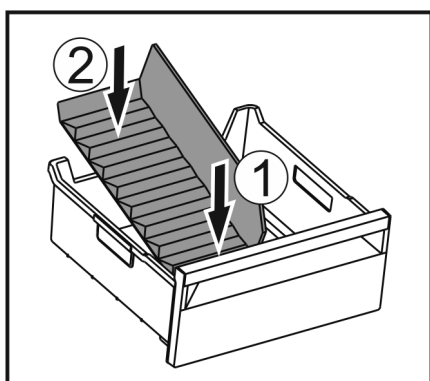

Fig. 147
- Поставете предната част на разделителя на отделението за лед. Fig. 147 (1)
- Спуснете задната част на разделителя на отделението за лед до дъното на чекмеджето. Fig. 147 (2)